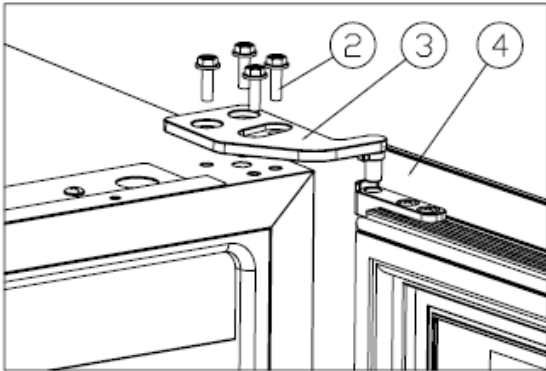

Figura 1
- ✧ Desaparafuse os parafusos M5*16 ②, desmonte a dobradiça superior direita ③ e remova a porta. [Figura 1].